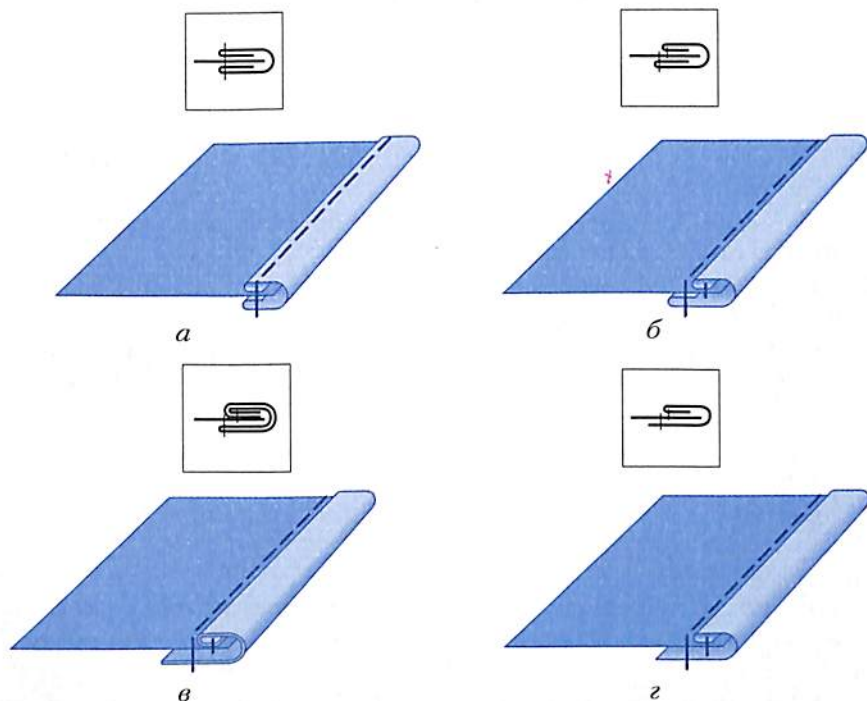

Рис. 58. Условное и графическое изображение окантовочного шва: а, б, в – с закрытыми срезами; г – с открытым срезом
5. Притачайте бейку, проложив машинную строчку с лицевой стороны в шов (чтобы линии двух швов полностью совпадали), при этом нужно прихватить бейку с изнаночной стороны (рис. 58, б, в, г).
На рисунке 58 вы видите условное и графическое изображение окантовочного шва, выполненного с помощью окантователя одной машинной строчкой (рис. 58, а), обычной швейной машиной – бейкой шириной 3–3,5 см (рис. 58, б), бейкой шириной 5–6 см, предварительно сложенной вдвое (рис. 58, в), бейкой, у которой срез остался открытым (рис. 58, г).